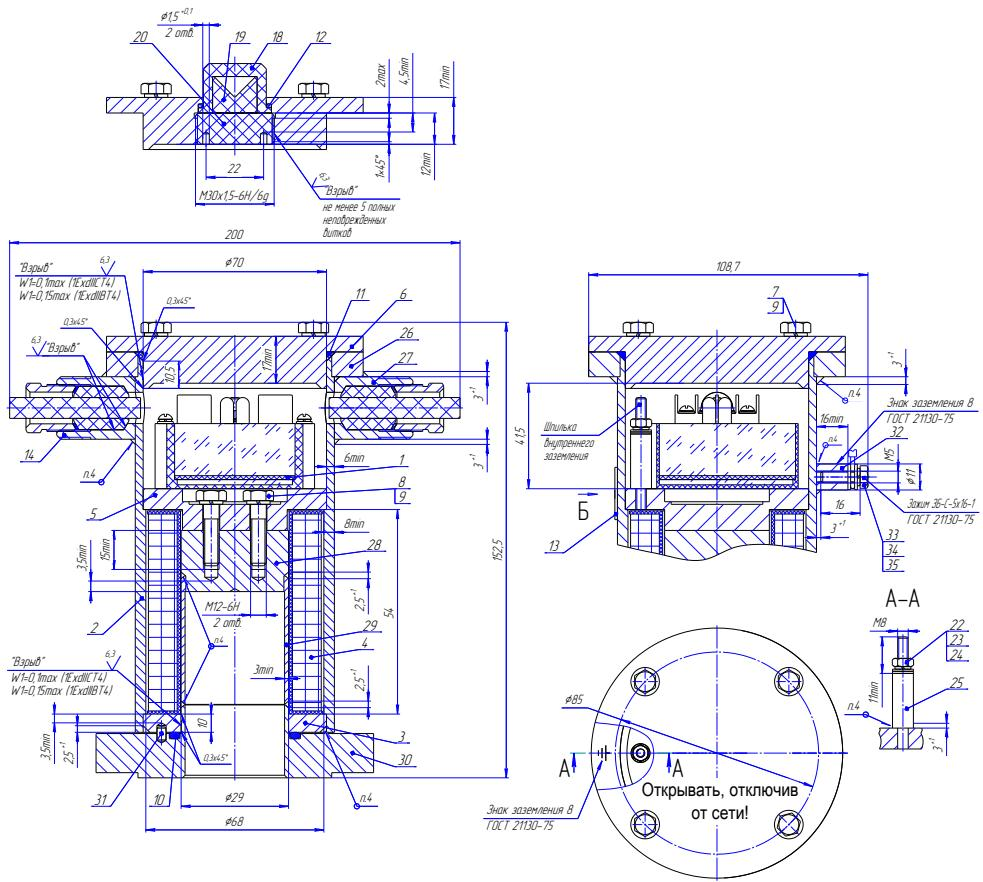

Рис. 2. Привод. Чертеж средств взрывозащиты
9.3.2 Присоединить питающий кабель к клапану в последовательности (см. рис.2, 3, 4):
9.6.4 Замена модуля-СФУ 1(см. рис.2):
9.6.5 Замена катушки 4 (см. рис.2):
1 (рис.2)	Модуль-СФУ-220В-D62 (Модуль-СФУ-24/12В-D62)
10 (рис.2)	Кольцо 042-048-30(РС-264)
4 (рис.2)	Катушка СЕНС.685442.021
11 (рис.2)	Кольцо 065-070-25(РС-264)
Обозначения на рис. 2: 1 - Модуль СФУ, 2 - Труба (Сталь 20 ГОСТ 1050-88), 3 - Дно (09Г2С ГОСТ 19281-89), 4 - Катушка (АГ-4В, провод ПЭВ-2), 5 - Фланец (09Г2С ГОСТ 19281-89), 6 - Крышка (Сталь 20 ГОСТ 1050-88/09Г2С ГОСТ 19281-89), 7 - Болт M6-6gx16.58.019 ГОСТ 7805-70, 8 - Болт M6-6gx25.58.019 ГОСТ 7805-70 или Винт M6x14 A2 DIN 963, 9 - Шайба 6 A2 DIN 127, 10,11,12 - Кольцо уплотнительное (РС-26Ч-5 ТУ 2539-021-46521402-2007), 13 - Табличка (Сплав АМг2 ГОСТ 4784-97), 14 - Кабельный ввод согласно рис.3 - 2шт., 18 - Колпачок (Стекло органическое СО-120-К 20,0 ГОСТ 10667-90), 19 - Линза (Стекло органическое СО-120-К 20,0 ГОСТ 10667-90), 20 - Винт (Стекло органическое СО-120-А 20,0 ГОСТ 10667-90), 21 - Заклепка 2x3 ГОСТ 10299-80 (сплав АМг5 ГОСТ 4784-97), 22 - Гайка M4-6Н.58.016 ГОСТ 5915-70, 23 - Шайба 4 65Г.016 ГОСТ 6402-70, 24 - Шайба А. 4.01.016 ГОСТ 11371-78, 25 - Шпилька (09Г2С ГОСТ 19281-89), 26 - Фланец (09Г2С ГОСТ 19281-89), 28 - Полюс (14Х17Н2 ГОСТ 5632-72), 29 - Трубка (12Х18Н10Т ГОСТ 5632-72), 30 - Фланец (14Х17Н2 ГОСТ 5632-72), 31 - Штифт (12Х18Н10Т ГОСТ 5632-72), 32 - Втулка (Сталь 20 ГОСТ 1050-88), 33 - Болт M5-6gx16.58.019 ГОСТ 7805-70, 34 - Шайба А 5.01.016 ГОСТ 11371-78, 35 - Шайба 5 65Г.016 ГОСТ 6402-70.